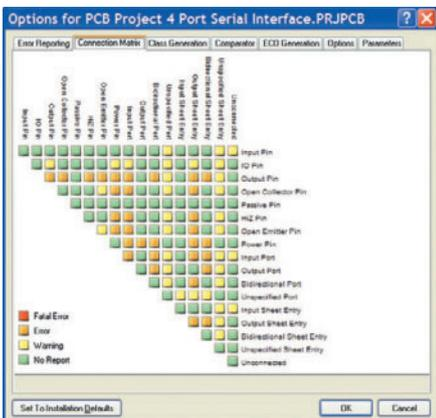

Рис. 15. Матрица соединений
*Connection Matrix* – матрица соединений (см. рис. 15). На второй вкладке параметров проекта показана матрица соединений, в которой по горизонтали и вертикали перечислены все возможные типы выводов, портов и выводов листа. Данная матрица задаёт уровень значимости подключений каждого типа. Например, по умолчанию на пересечении строки и столбца *Input Port* установлено значение *Error*, – это свидетельствует о том, что одна цепь не может содержать два и более входных порта, но для многих схем это является нормальным! Следовательно, в данной матрице необходимо описать пересечения всех типов.